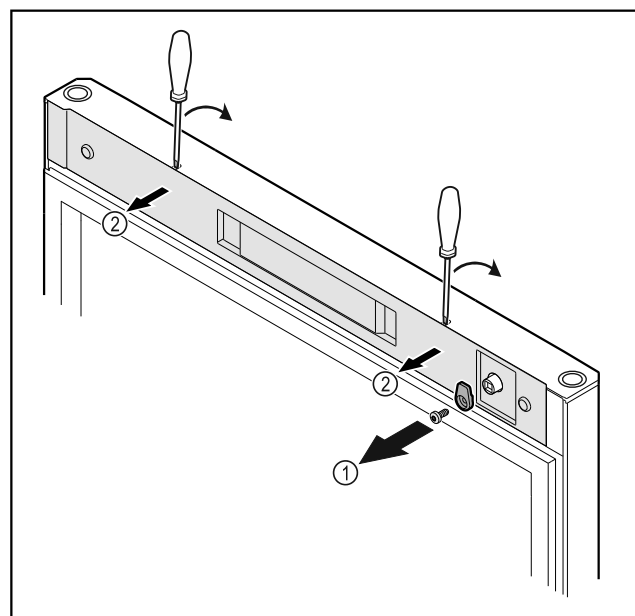

Fig. 52
- ▶ Открутите запорный крючок Fig. 52 (1).
- ▶ С помощью небольшой отвертки освободите крышку Fig. 52 (2) от фиксации и снимите ее.